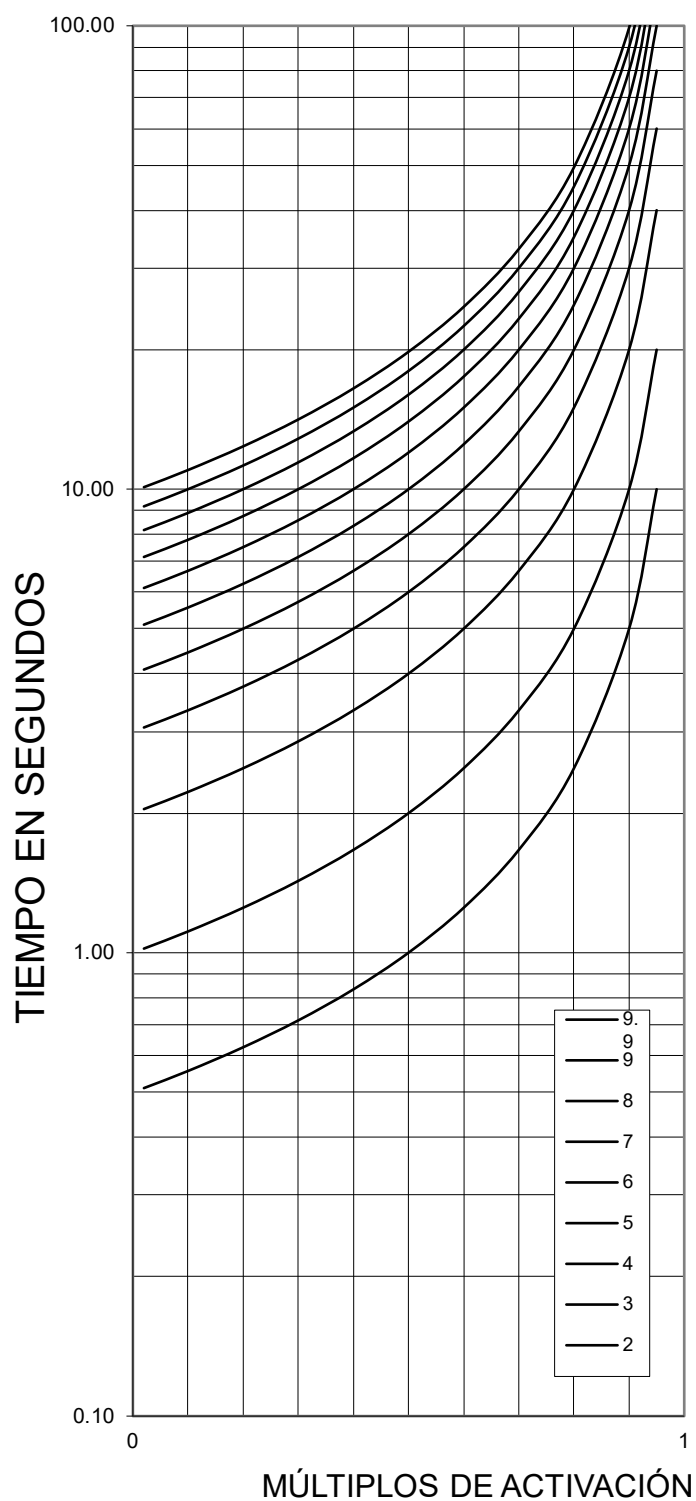
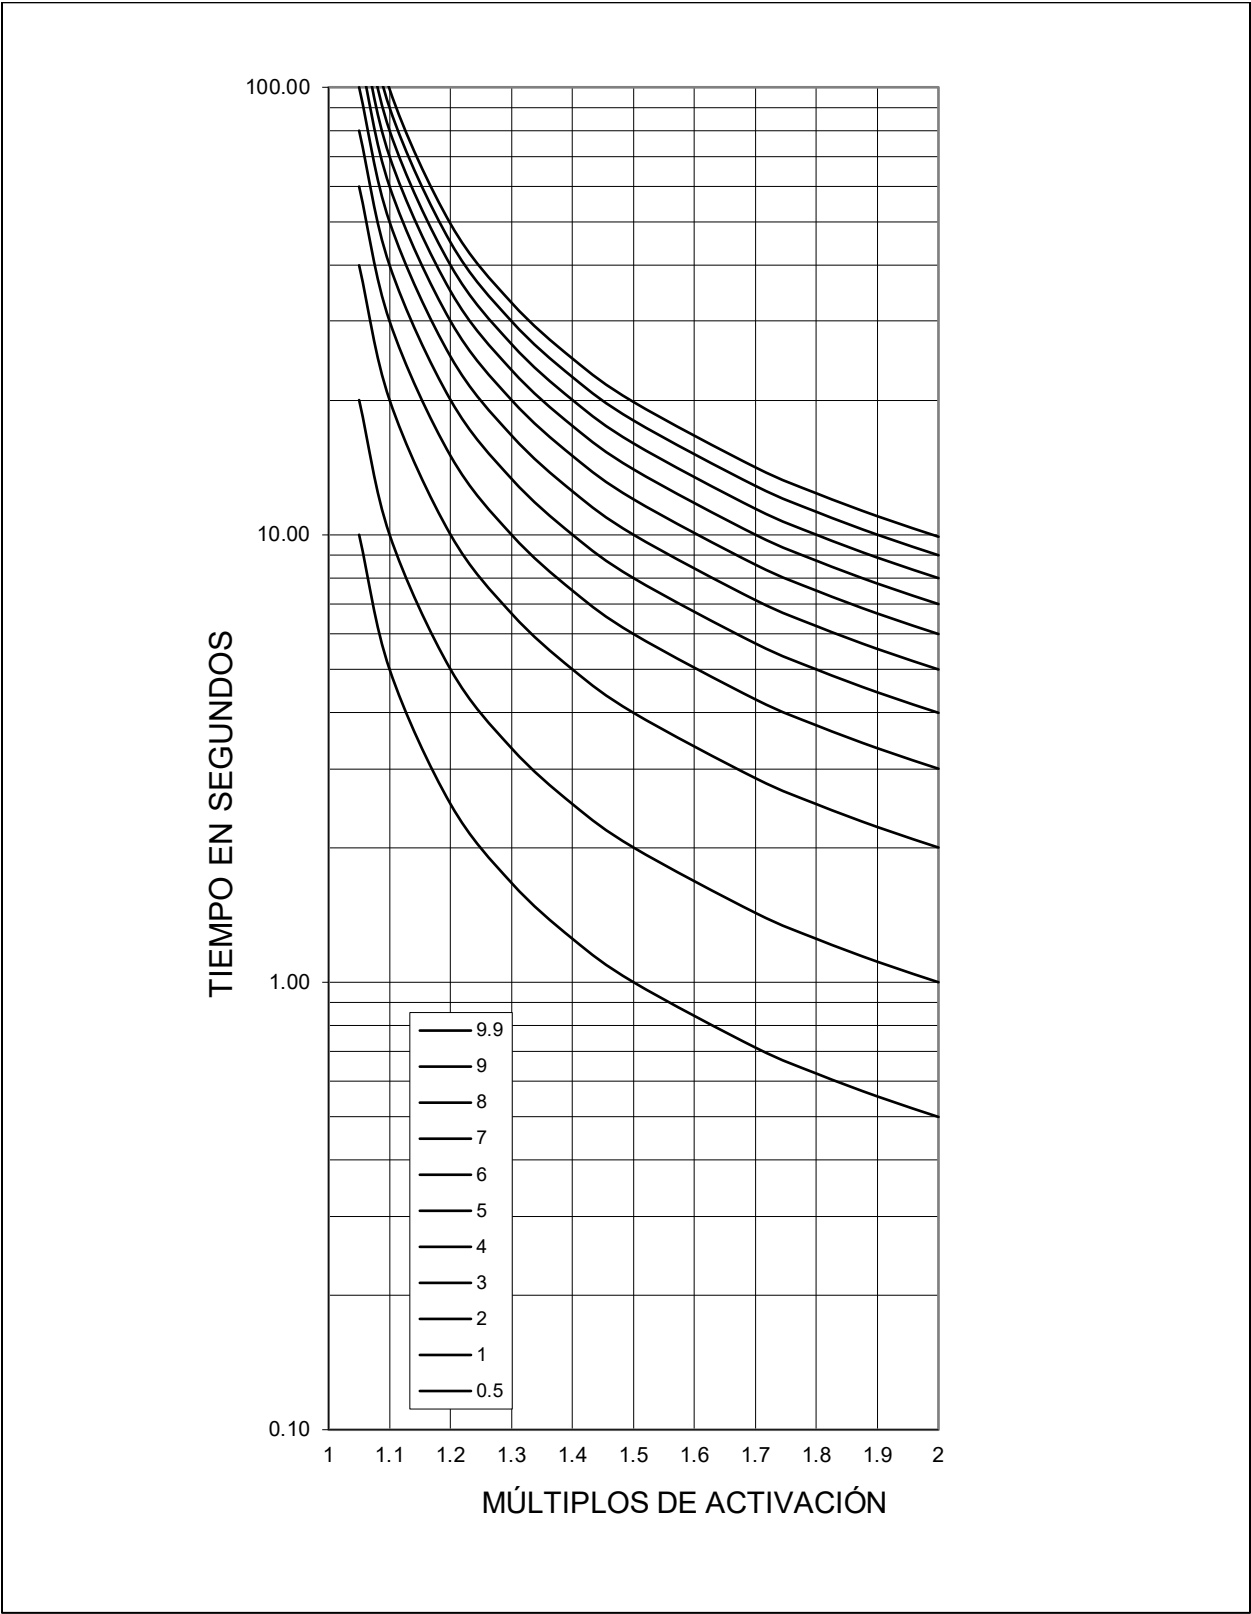
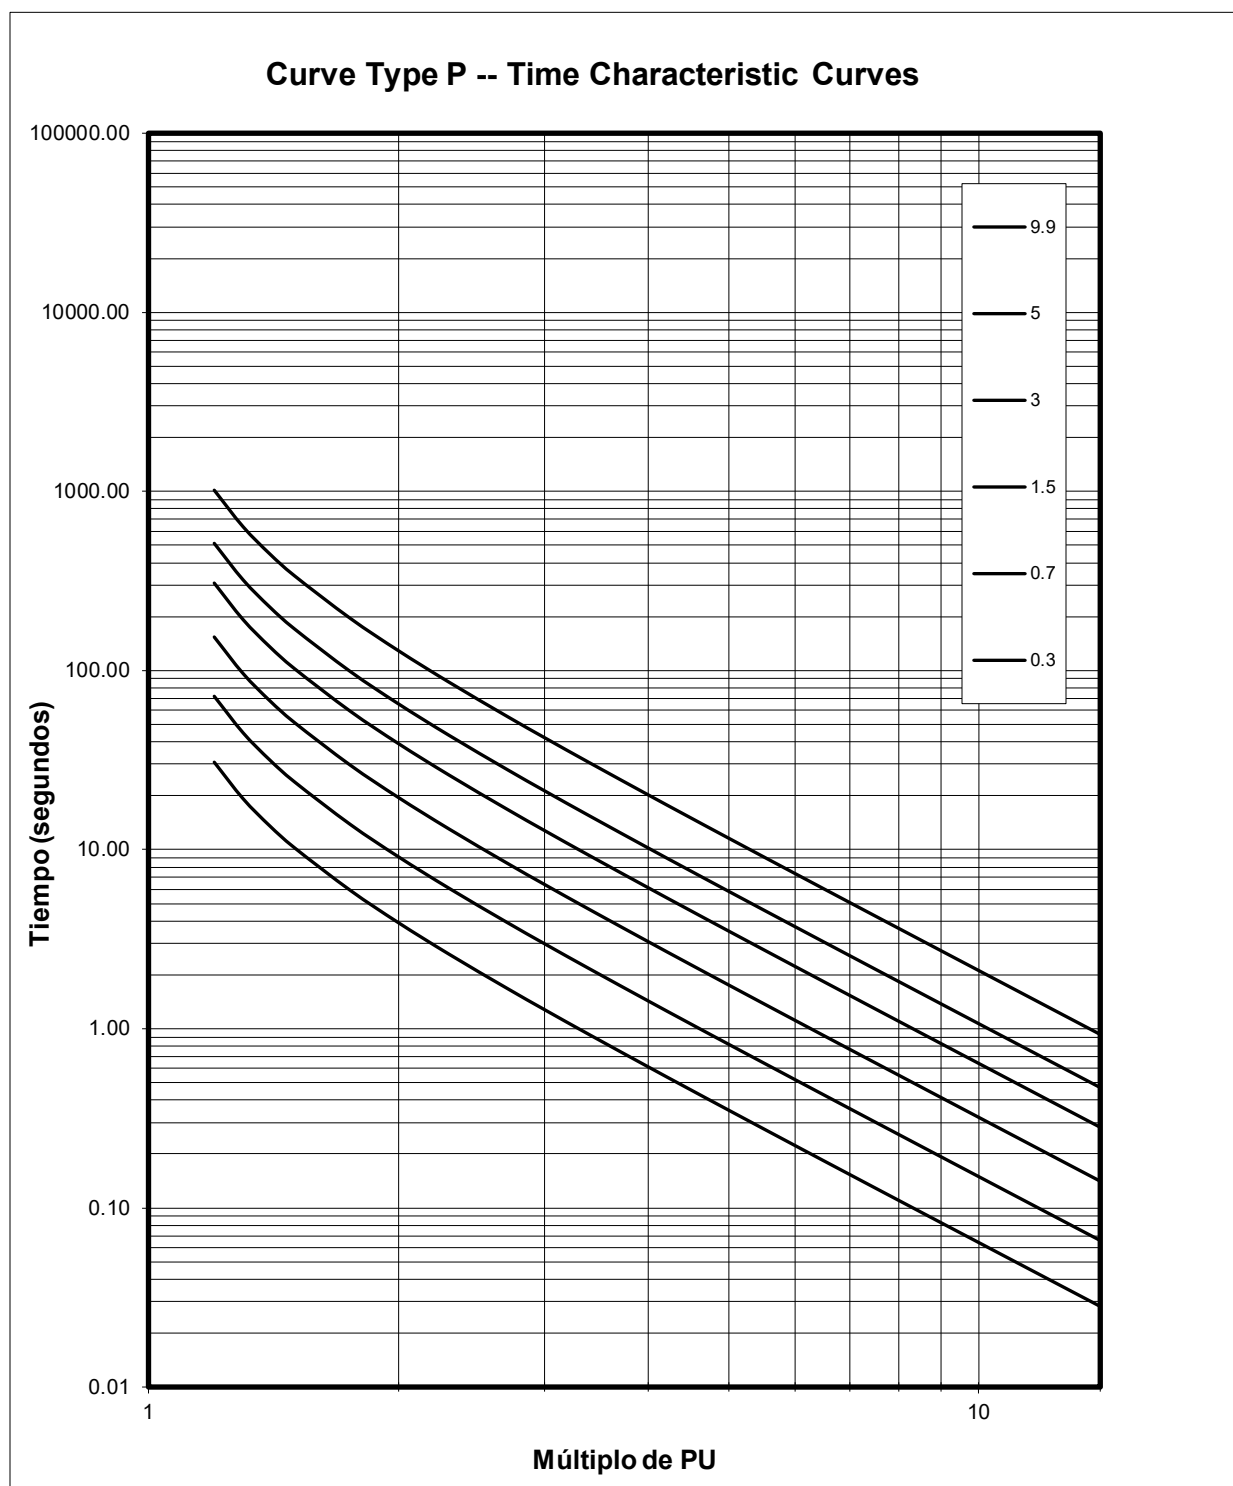

Figura 58-2. Curva de tiempo inverso de subtenión (27) (constantes predeterminadas)
Figura 58-3. Curva de tiempo inverso de sobretensión (59) (constantes predeterminadas)
Figura 58-4. Curva de tiempo inverso de sobretensión de CC (76) (constantes predeterminadas)
El BE1-FLEX ofrece múltiples métodos de cronometraje inverso. Las curvas de sobrecorriente inversa estándar son seleccionables. Además, se pueden crear curvas programables (P) y curvas de tabla (T) definidas por el usuario para elementos de sobre y sub, tensión y corriente CA y CC (27, 51, 59 y 76). Las curvas de ajuste predeterminadas se muestran a continuación en Figura 58-2, Figura 58-3, y Figura 58-4.